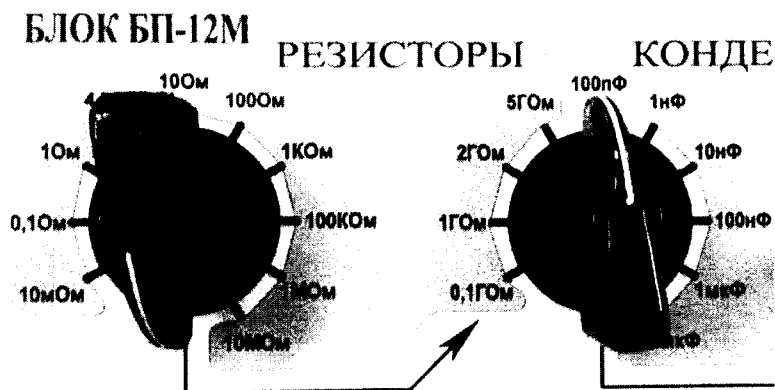

Рисунок 9 - Пример выставления значения емкости 100 пФ
- Используя переключатели на блоке выставить значение измеряемого номинала емкости «100пФ» (рисунок 9),